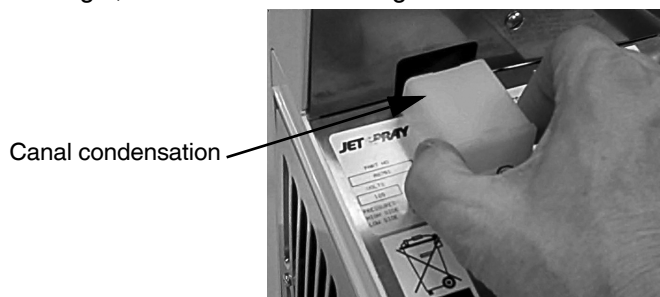

Figure 10.
1. Pour enlever le drain de condensation, appuyer sur le panneau avant, juste sous le drain et tirer vers le bas avec les doigts, comme le montre la Figure 10.